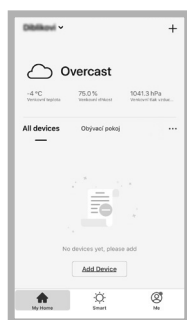

Abb. 6
3. Drücken Sie dann P + oder „Add device“ in der App (Abb. 6), um ein neues Gerät hinzuzufügen.